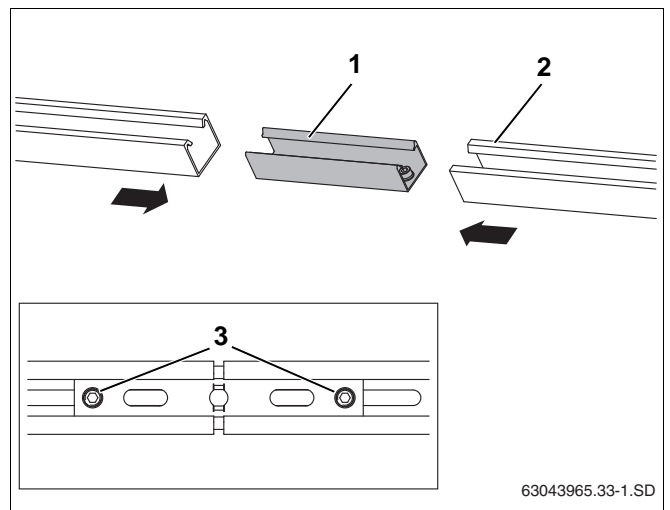

Fig. 31 Forbindelse af profils Skinner
- ▶ Sæt stikforbinderne (fig. 31, **pos. 1**) ind i begge profils Skinner (fig. 31, **pos. 2**) indtil anslag.
- ▶ Stram begge formonterede gevindstifter M10 (fig. 31, **pos. 3**) i stikforbinderen med nøgle SW5 for at låse.